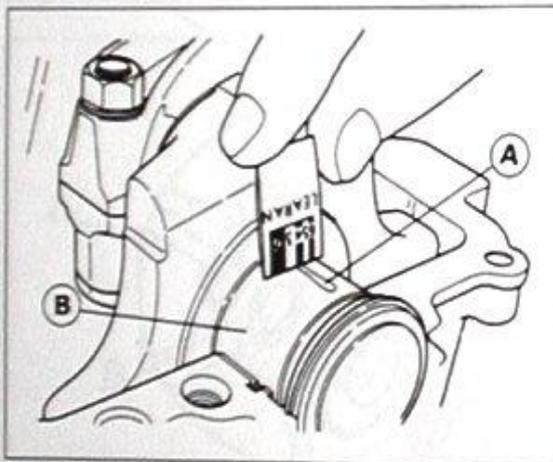

Bild 224
- $\sqrt{\square}$ Mit Plastigage-Skala Breite des Mess-Streifens bestimmen und so Lagerspiel feststellen (Bild 224). Sollmass 0,020 – 0,044 mm; Verschleissgrenze 0,08 mm.